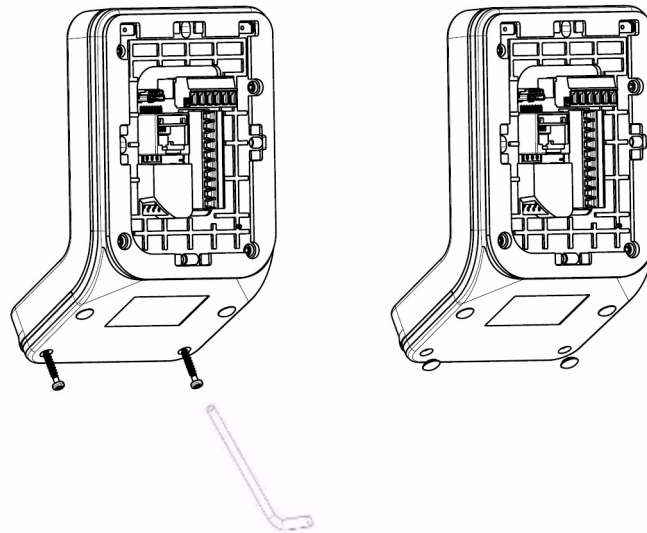

Figure 3.15: Fixation de la face avant fumée
11. Fixer la face avant fumée sur le corps du terminal à l'aide de 2 vis M2,5X14 et de la clé Torx coudée. Placer les 2 bouchons de vis en caoutchouc sur les 2 têtes de vis M2,5X14 (voir Figure 3.15).